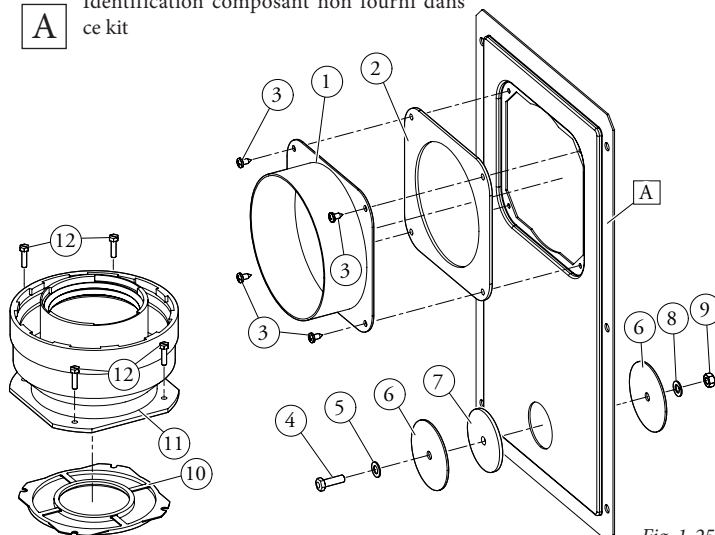
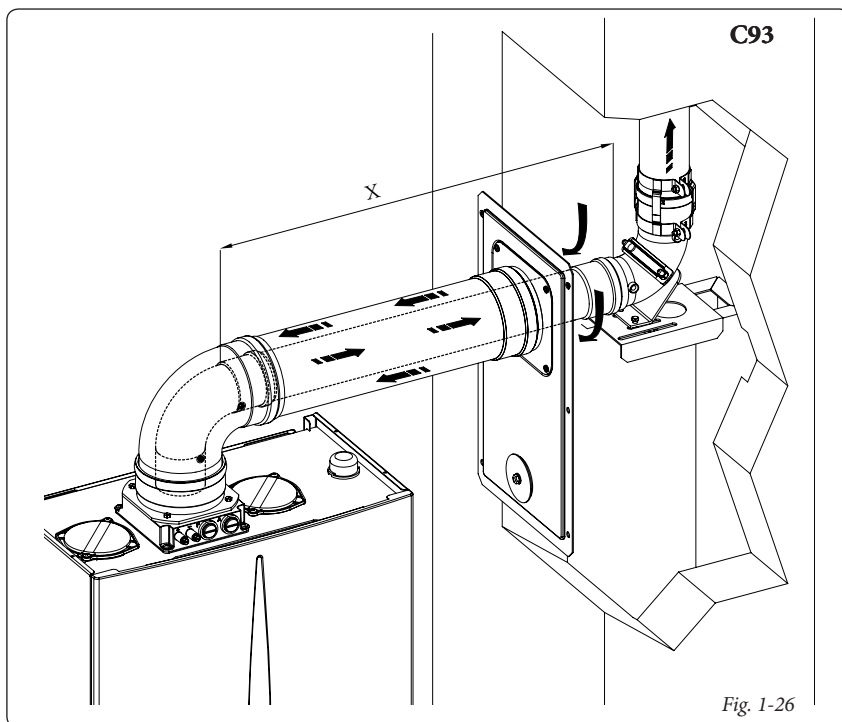

Fig. 1-25
Fig. 1-26
- Monter les composants du kit "C9" sur la porte (A) du système de tubage (Fig. 1-25).
- (Seulement version Ø125) monter l'adaptateur bridé (11) en interposant le joint concentrique (10) sur la chaudière en le fixant avec les vis (12).
- Prédisposer le tuyau d'évacuation des fumées de la chaudière en calculant que le tuyau interne du kit concentrique devra se raccorder jusqu'à la butée sur le coude du système de tubage (valeur "X" fig. 1-26), alors que le tuyau externe doit arriver à la butée de l'adaptateur (1).
- Monter le couvercle (A) y compris l'adaptateur (1) et les bouchons (6) sur le mur et assembler le tuyau d'évacuation des fumées au système de tubage.
Une fois que tous les composants sont assemblés, les fumées d'évacuation seront évacuées grâce au système de tubage, l'air comburant sera aspiré directement de la trémie pour le fonctionnement normal de la chaudière (Fig. 1-26).
Pour la détermination du système d'évacuation des fumées C93 dans des configurations différentes de celle à peine décrite (Fig. 1-26), il faut considérer qu'1 mètre de conduit tubé selon les indications décrites a un facteur de résistance égale à 4,9.
Pour la détermination du système d'évacuation des fumées C93 dans des configurations différentes de celles à peine décrites (Fig. 1-26), il faut considérer les pertes de charge suivantes: